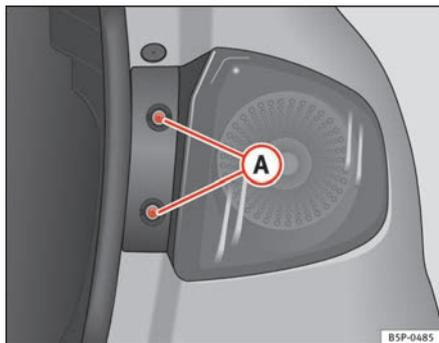

Fig. 185 Luz de presença/travão
- Extrair os parafusos ⇒ fig. 185 (A).